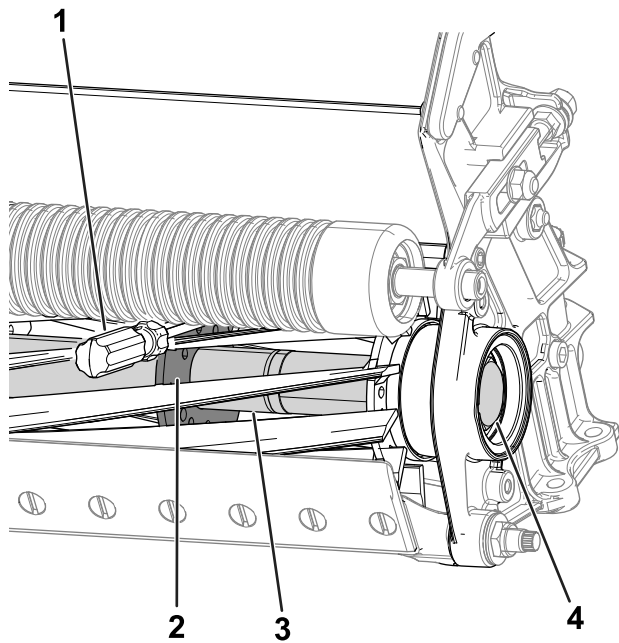

図 27
2. 長い柄のバール9 mm x 30 cm 程度のドライバータイプのもの。握りのついているものがよいを用意する。バールは、トルク作業を行う側に近い側で、リールの下から差し込むようにする 図 27。
3. リールサポートプレートの溶接されている側からバールを入れ 図 27、